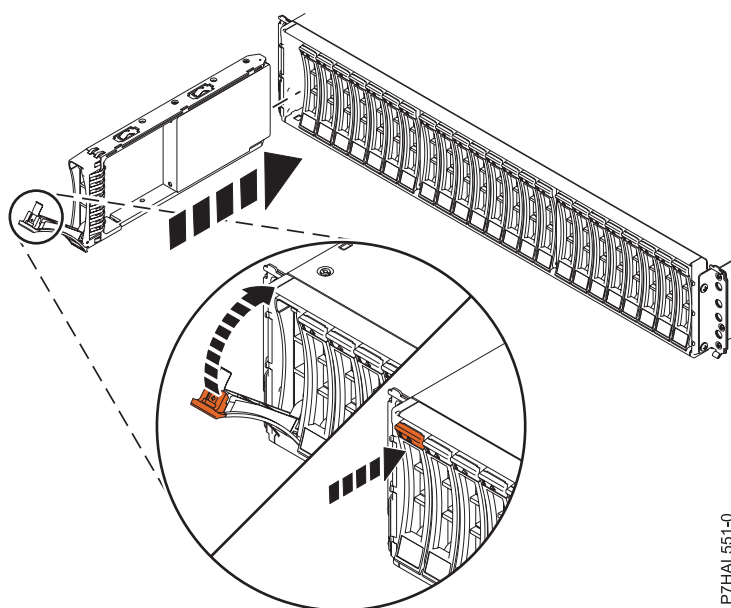

Figura 12. Instal·lació de la unitat de disc a Allotjament de la unitat de disc 5887
- Amb la nansa en posició desbloquejada, consulteu Figura 12 a la pàgina 21, aguanteu la part inferior de la unitat mentre l'alineu amb les guies de la unitat d'expansió.